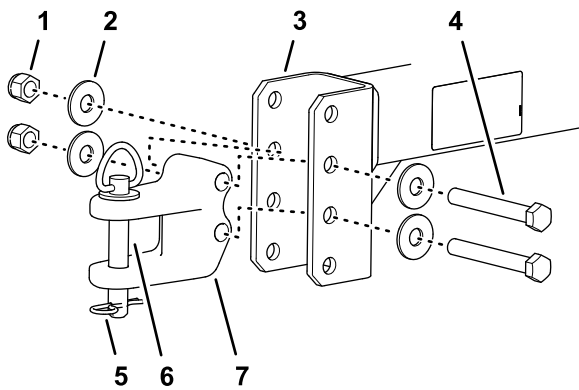

图6
1. 调整挂钩 U 形销相对于牵引杆的位置使牵引杆与主机的拉杆齐平图6。
2. 用 2 个平头螺丝、4 个垫圈和 2 个锁紧螺母将挂钩 U 形销安装到牵引杆上 图6。
4. 用挂钩销和发卡销将挂钩固定至拉杆 图6。